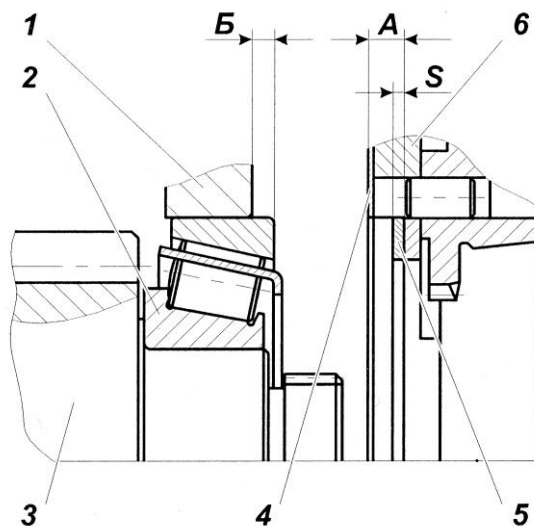

Рис. 99:
3.1 Замерить абсолютные величины размеров А (между торцами уплотнительной прокладки и проставки) и Б (между торцами картера и подшипника) рис. 99. При этом, торец ступицы шестерни привода промежуточного вала должен быть плотно (под усилием собственного веса вала) прижат к торцу технологического приспособления, а наружное кольцо заднего подшипника - к роликам.
4 Демультипликатор с установочными прокладками, подобранными по п. 3, пристыковать к картеру коробки передач, обеспечив затяжку болтов крепления демультипликатора к коробке передач с $M_{кр}=215,74...274,5$ Н·м (22...28 кгс·м). Перед установкой демультипликатора на уплотнительную прокладку поз. 5 (рис. 99) с обеих сторон нанести герметик УГ-9 или УГ-6 непрерывной полосой шириной 2...3 мм по контуру.